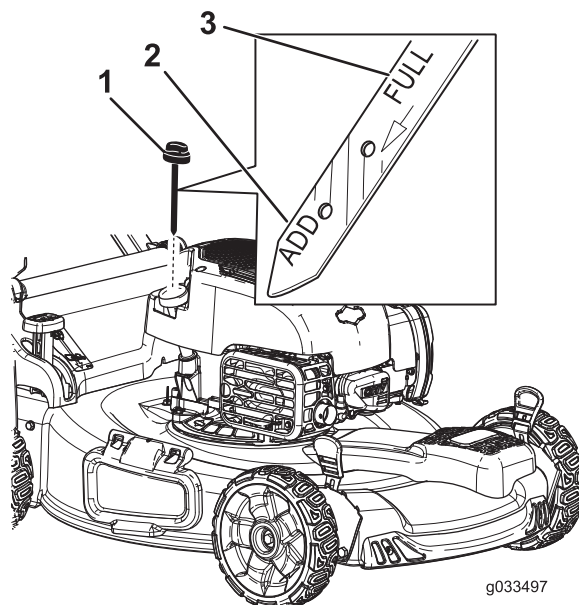

Figure 14
5. Sortez de nouveau la jauge et vérifiez le niveau d'huile ; voir Figure 14.
2. Retirez la jauge (Figure 14).